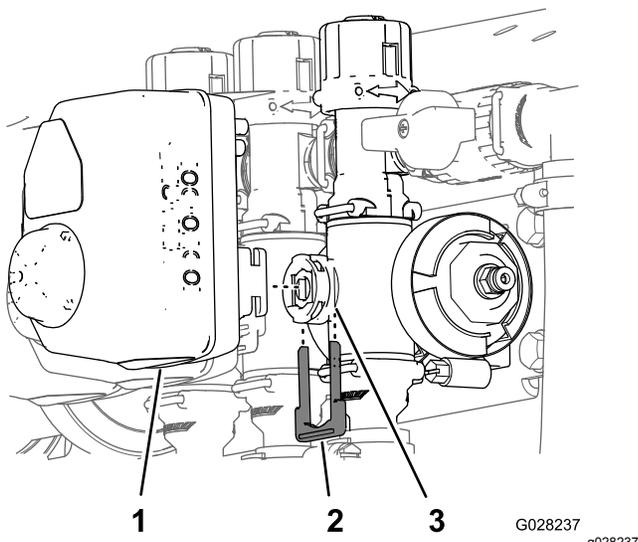

Figura 77
2. Retire o retentor que fixa o acionador à válvula do coletor para válvula de secção ou válvula de agitação (Figura 77).